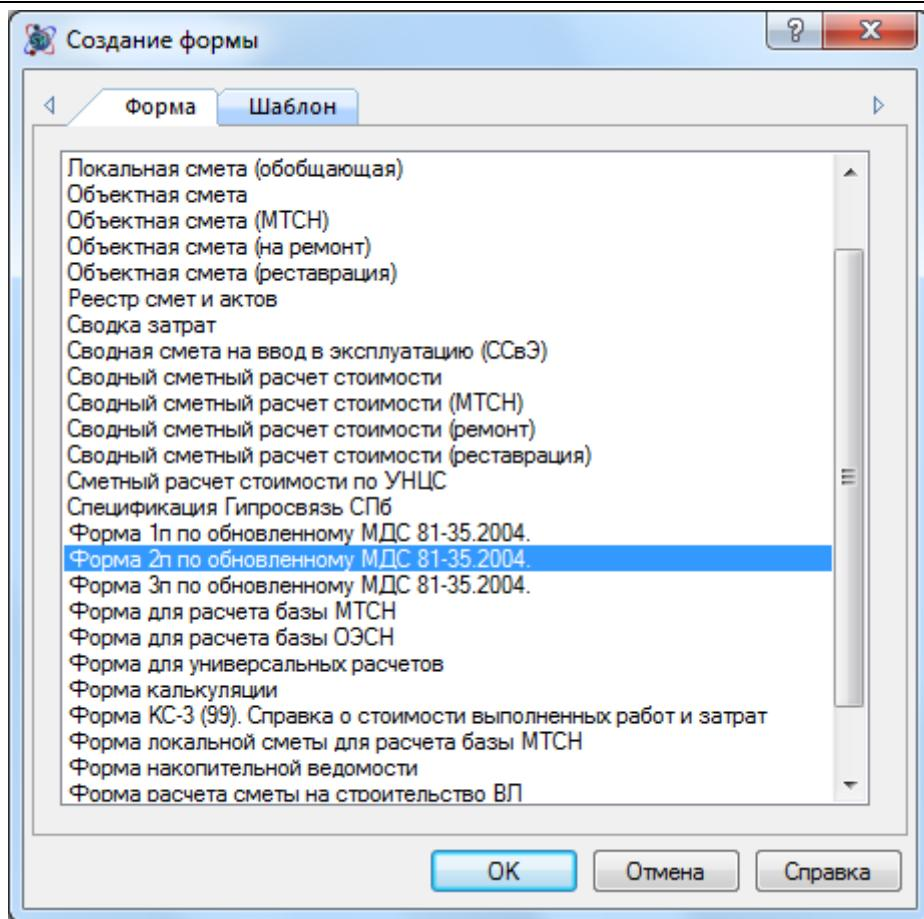

Рис. 8.1 Создание Формы 2п
3. В диалоговом окне *Создание формы* выбрать Форма 2п (рис. 8.1) и нажать кнопку ОК.